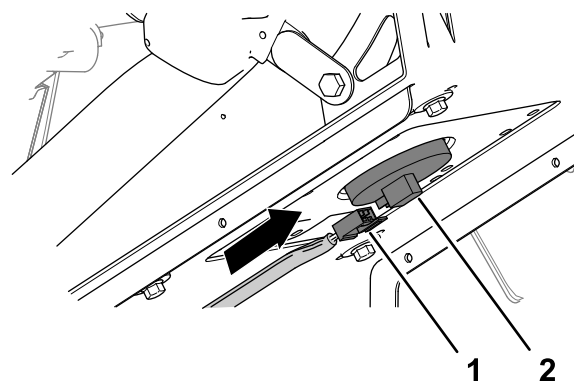

Figura 225
6. Collegate il connettore a 2 prese del cablaggio preassemblato della macchina al connettore per l'interruttore del sedile fino a quando i connettori non si fissano saldamente (Figura 225).